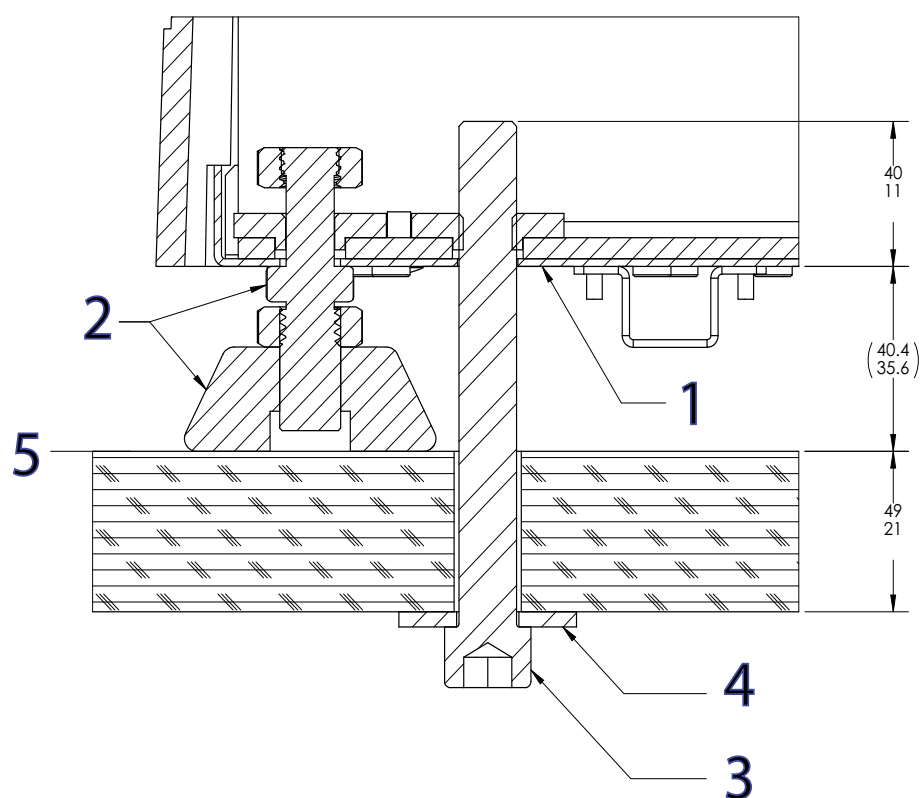

Figura 15. Fijación del bastidor a la mesa
Leyenda de la Figura 15
3. Instale todos los pernos y las arandelas sobredimensionadas como se muestra en la Figura 15 en la página 70.